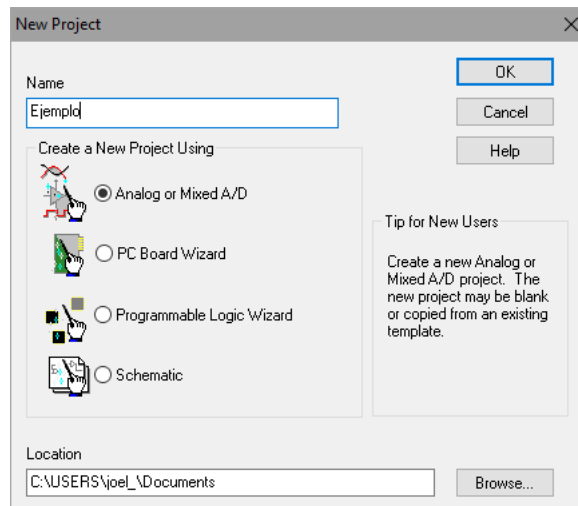

Figura 2: Primera pantalla del menu 'New Project'
2. Se nombra al proyecto y se selecciona 'Analog or mixed A/D' y despues 'OK' como en la figura 2